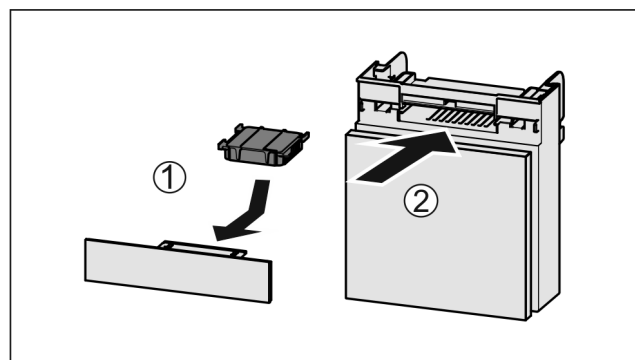

Fig. 256
- Filtr s aktivním uhlím vložte podle vyobrazení Fig. 256 (1).
- Zásuvku zasuňte Fig. 256 (2).